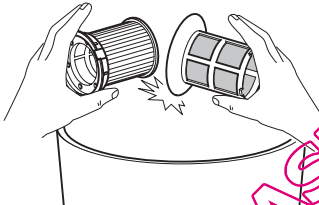

Abb. 21
6. Zur Grobreinigung klopfen Sie beide Teile mit leichten Schlägen von allen Seiten über einem Mülleimer aus (Abb. 21).